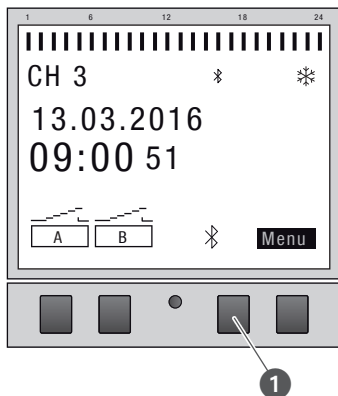

Fig. 22: Estabelecer a ligação Bluetooth na extensão de canal
6. Premir o botão Bluetooth (Fig. 22/1) na extensão de canal.